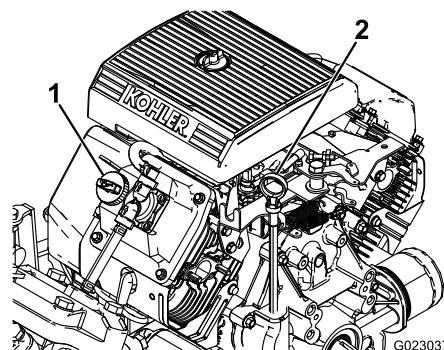

Рисунок 37
2. Выньте масломерный щуп и протрите его чистой ветошью (Рисунок 37). Вставьте масломерный щуп в трубку и убедитесь, что он вставлен до упора. Выньте щуп и проверьте уровень масла.
3. Если уровень масла низкий, снимите крышку заливной горловины с крышки клапана (Рисунок 37) и залейте масло в отверстие до отметки Full (Полный) на щупе. Медленно заливайте масло и во время этого процесса часто проверяйте уровень. Не допускайте переполнения.
- Медленно залейте примерно 80% указанного количества масла в маслосливную горловину (Рисунок 37).